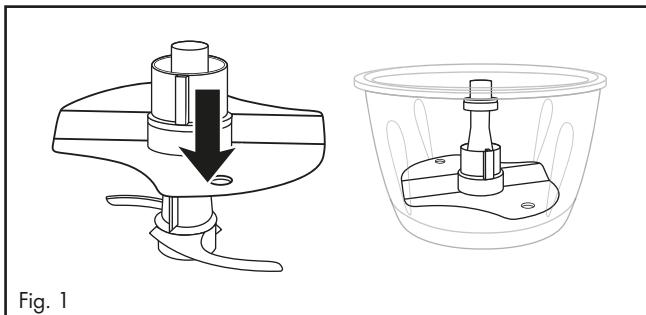

Fig. 1
- per montare 200 - 400 ml di panna, inserire il disco emulgatore 12 sul portalama 7 in modo che il disco emulgatore 12 poggi e si inserisca su entrambe le parti della lama 8 (fig. 1):